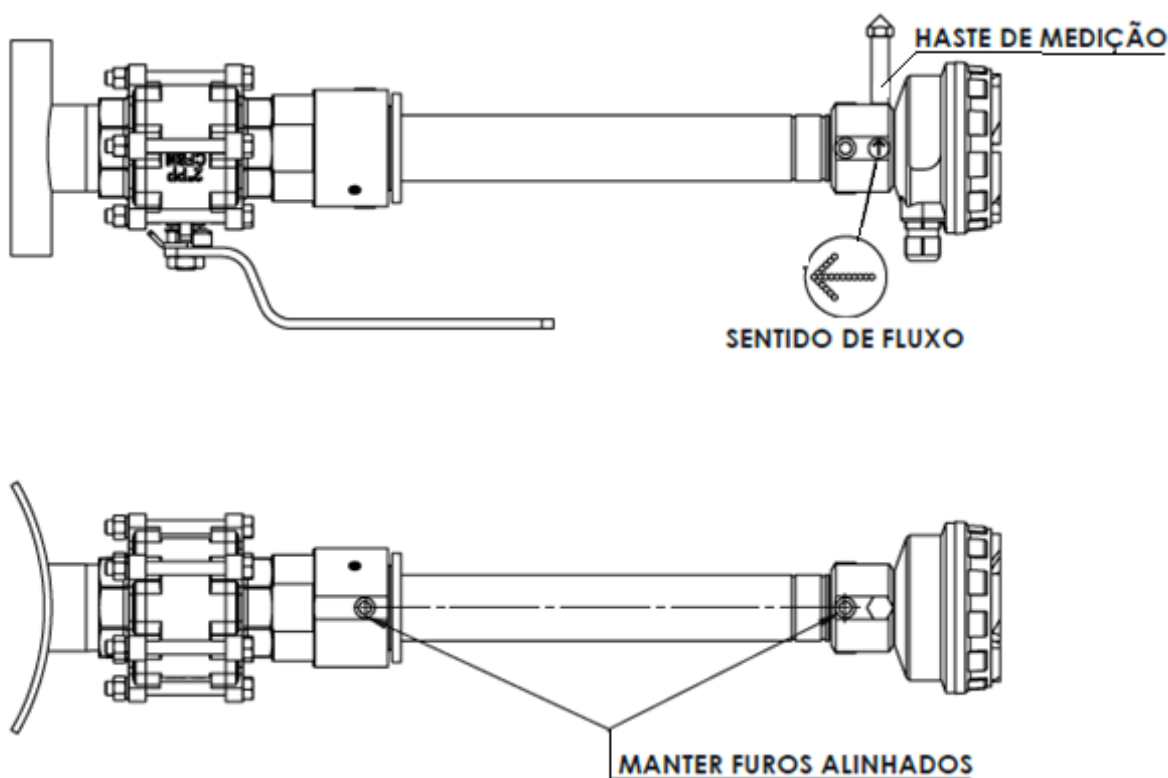
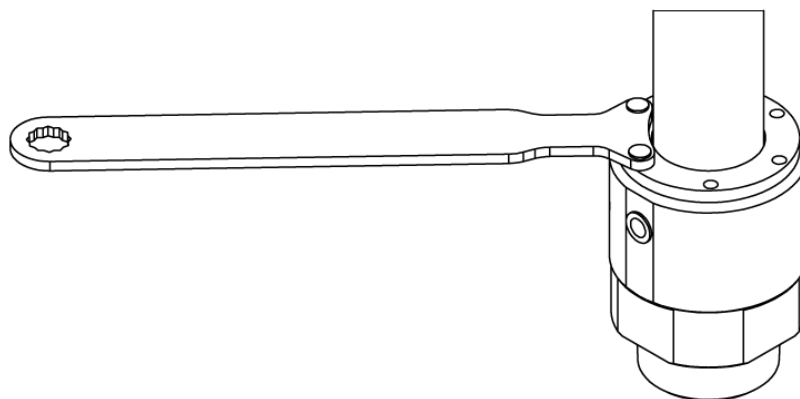
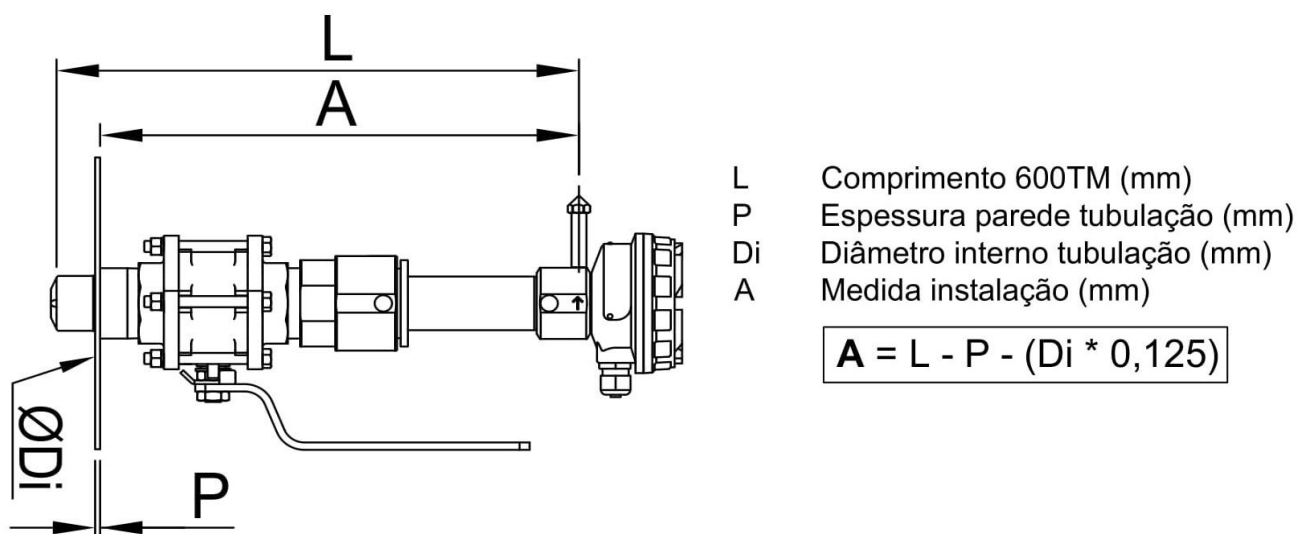

Figura 8 - Instalação do medidor à linha
Figura 10 - Trava do medidor
Figura 11 - Cálculo para posicionamento do medidor
Manter sempre travado o tubo de inserção por segurança e para melhor manuseio durante o transporte (figura 10).
O medidor já é enviado com posicionamento para instalação mas deve-se garantir que o curso do medidor esteja totalmente recuado antes de acoplá-lo à válvula, caso esteja solta ou venha a existir a necessidade de solta-la, **trave a haste principal do medidor com a chave enviada junto ao conjunto antes de manuseá-lo (figura 10)**. Utilizar a respectiva vedação para a rosca. **Alinhar haste de medição com o sentido do fluxo, isto é extremamente importante para o funcionamento do medidor.** Manter os furos alinhados como na *figura 8* para possibilitar a instalação do extrator e atentar-se ao sentido de fluxo. Nesta etapa a válvula deve permanecer fechada.
Primeiramente confira o aperto de todas as roscas, então **abra a válvula** destrave a haste (figura 10) e com o extrator comece a inserir o medidor ao processo. Siga o cálculo da (figura 11) para saber o quanto deve inserir a haste do medidor, **use a haste de medição** (figura 11) para conferir a medida.
Com a chave pino (*figura 10*) trave a haste de inserção do medidor 600TM. Garanta um bom aperto para que a instalação se mantenha segura e funcional.
- Verificar se o medidor está destravado (figura 10).
- Analisar o cálculo feito (figura 11).